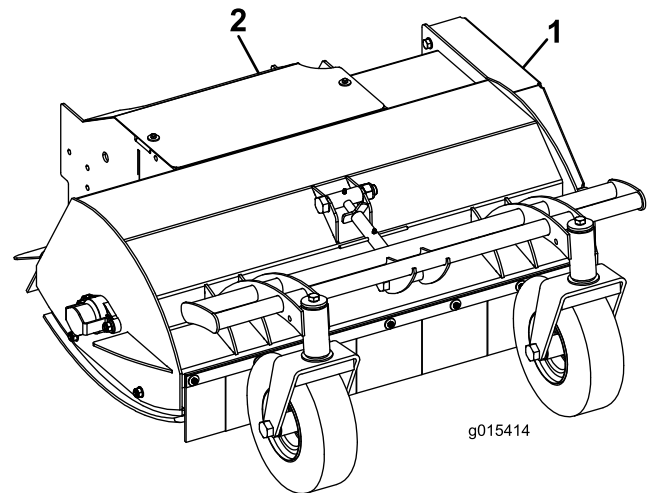

Bild 7
1. Entfernen Sie die obere Schutzvorrichtung (Bild 7).